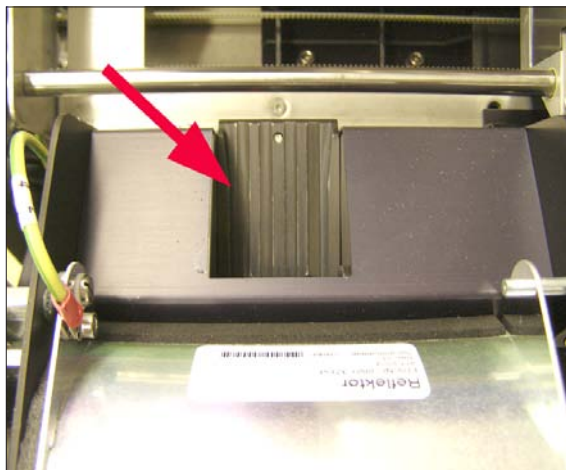

図 56
- 搬送ステーション (図 56)
- 乾燥ステーション (図 56)